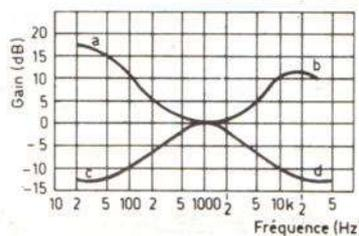

Fig. 2
fréquences élevées (aiguës) par R_3 . La contre-réaction s'exerce entre la sortie (7) du circuit intégré et l'entrée inverseuse (4), l'action de chaque potentiomètre étant pratiquement indépendante de celle de l'autre. Les courbes de la figure 2 illustrent l'action des deux potentiomètres, et on voit que le niveau à 1 000 Hz reste constant. Lorsque les deux potentiomètres sont au maximum, on obtient la courbe a-b, qui devient a-d si R_3 est ramené au minimum, b-c si on laisse R_3 au maximum, mais place R_2 au minimum et, enfin, c-d si les deux potentiomètres sont au minimum.